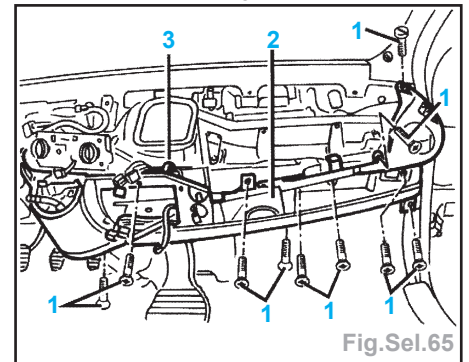

Fig.Sel.65
• les vis (1), déplacer légèrement le revêtement (2), détacher le collier de maintien (3) du câblage et déposer le revêtement (2) (Fig.Sel.65).